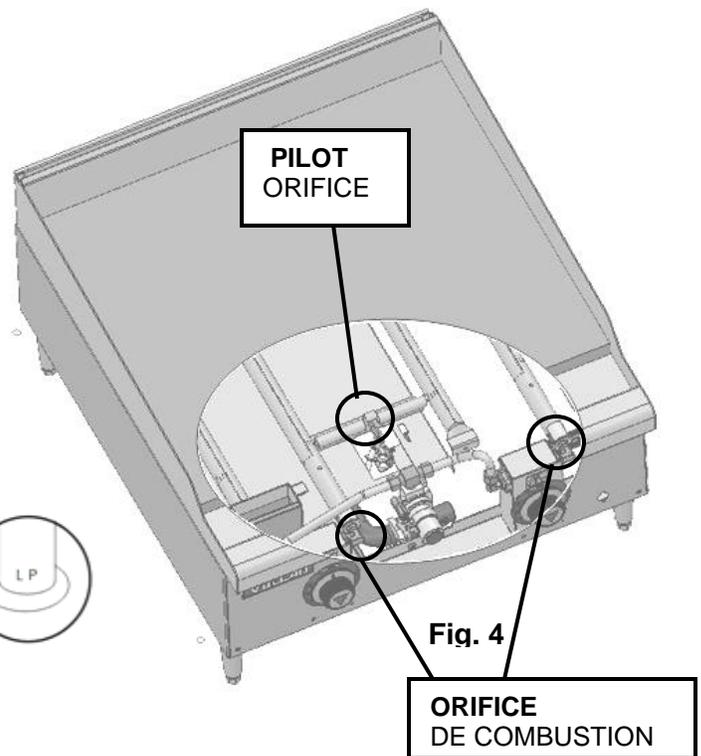

Fig. 4
1. Retirez tous les orifices de combustion pour le gaz naturel et installez les orifices de combustion pour le propane fournis. Voir Fig. 4.
2. Retirez tous les orifices de veilleuse pour le gaz naturel et installez les orifices de veilleuse pour le propane fournis. Voir Fig. 4.